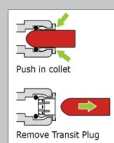

Fig. 1
- Retire el tapón de tránsito de la parte posterior de la unidad (fig. 1).